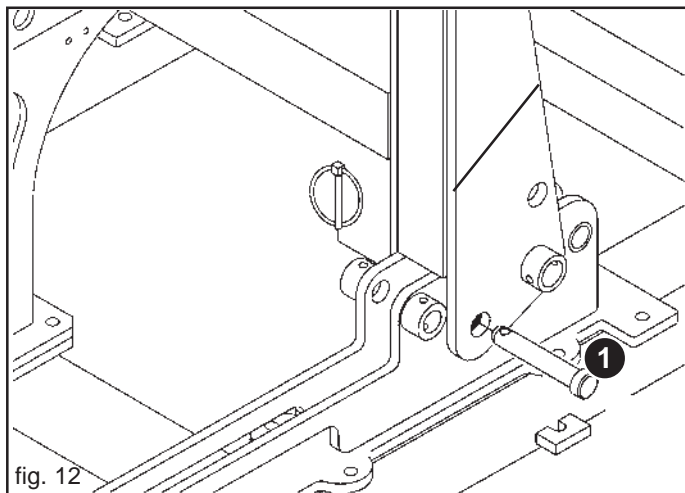

fig. 12
- Die Sicherheitsstifte entfernen (1, Abb. 12);